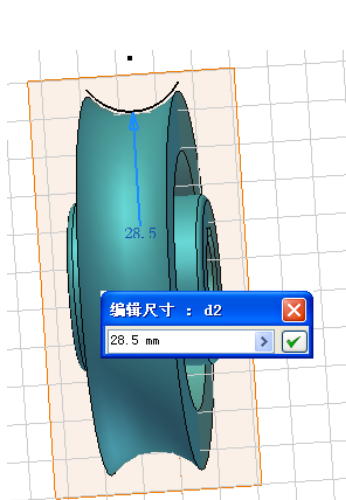

图 8-51 绘制圆弧
⑤在建立的第一个工作平面上新建草图, 进入草图环境后单击【草图】标签栏【绘图】面板的【直线】工具按钮, 绘制如图 8-51 所示的圆弧作为扫掠路径, 并选择【尺寸】工具进行标注且修改半径尺寸值为 28.5。